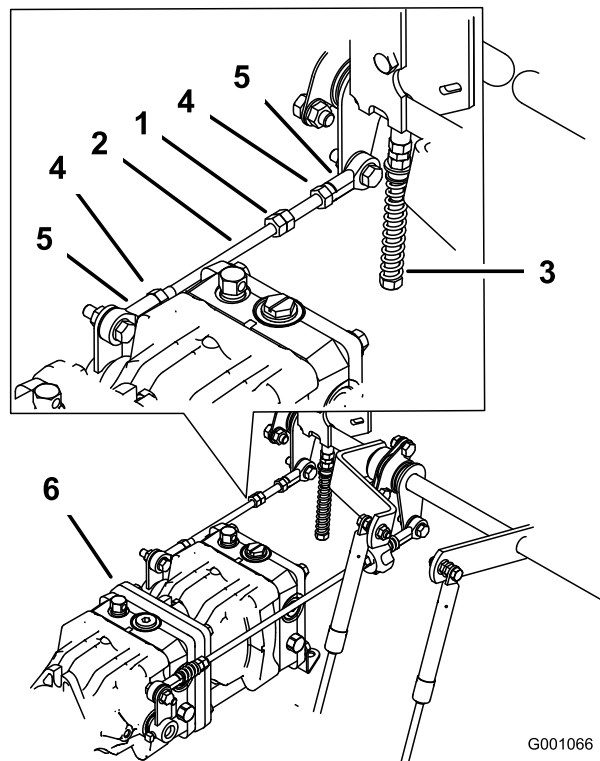

Figura 73
1. Allentate i dadi di bloccaggio ai giunti a sfera dell'asta di comando della pompa (Figura 73).
3. Regolate la lunghezza dell'asta della pompa facendo girare nella direzione opportuna i due dadi sull'asta, finché la ruota si ferma o si sposta leggermente indietro (Figura 73).
6. Serrate i dadi di bloccaggio dei giunti a sfera (Figura 73).